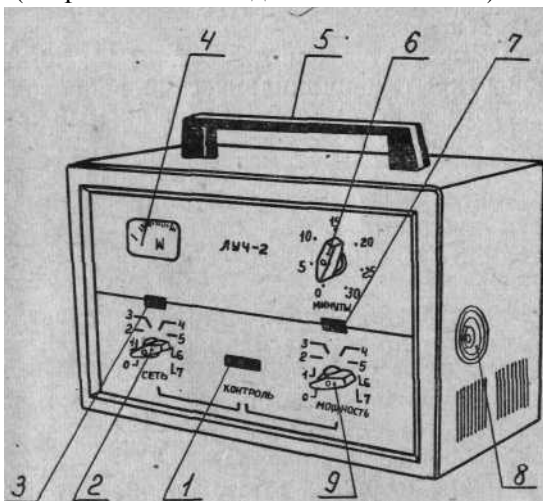

Рис. 1. Общий вид аппарата ЛУЧ-2:
- а) ручка переключателя (В3) СЕТЬ рис. 1, поз. 2;
- б) ручка переключателя (В5) МОЩНОСТЬ рис. 1, поз. 9;
- в) ручка процедурных часов МИНУТЫ рис. 1, поз. 6;
- г) тумблер (В4) КОНТРОЛЬ рис. 1, поз. 1;
- д) измерительный прибор (ИП) (рис. 1, поз. 4);
- е) лампа сигнальная (Л2) рис. 1, поз. 3, сигнализирующая о включении аппарата в сеть;
- ж) лампа сигнальная (Л1) рис. 1, поз. 7, сигнализирующая о подаче высокого напряжения на магнетронный генератор.
4.2.5. На кожухе закреплены ручка для переноски аппарата (рис. 1, поз. 5) и приборная розетка высокочастотного разъема (рис. 1, поз. 8) для присоединения высокочастотного кабеля.
7. 3. Подсоединить один конец провода защитного заземления к клемме заземления аппарата (на задней стенке), а другой, конец с помощью струбицы — к контуру заземления. Подсоединить высокочастотный кабель к розетке на боковой стенке аппарата (рис. 1, поз. 8). При соединении высокочастотного кабеля не допускать вращения кабеля относительно разъема.
7. 5. Тумблер "КОНТРОЛЬ" (рис. 1, поз. 1), переключить в положение СЕТЬ. Поворотом ручки переключателя СЕТЬ (рис. 1, поз. 2) по часовой стрелке включить сетевое напряжение,
при этом должна загореться сигнальная лампа (рис. 1, поз. 3). Ручку переключателя СЕТЬ поворачивать (следя за прибором ИП) до тех пор, пока стрелка прибора ИП (рис. 1, поз. 4) не установится в пределах красного сектора.
7. 6. Ручку процедурных часов (рис. 1, поз. 6) повернуть по часовой стрелке до упора, затем поворотом ее назад установить в положение 3 минуты. Выждав 1 — 1,5 минуты (время, необходимое для разогрева катода магнетрона), перевести ручку переключателя МОЩНОСТЬ (рис. 1, поз. 8) в положение 1, включив тем самым в схему магнетронного генератора высокое напряжение на магнетрон. При этом должна загореться сигнальная лампа (рис. 1, поз. 7). Стрелка измерительного прибора (ИП) должна отклониться от нулевого положения.
7. 8. По истечении 3 минут, установленных ручкой МИНУТЫ, включается звуковая сигнализация — звенит зуммер (ЗМ), извещающий об окончании процедуры, выключается автоматически высокое напряжение и гаснет лампочка Л1 (рис. 1, поз. 7).